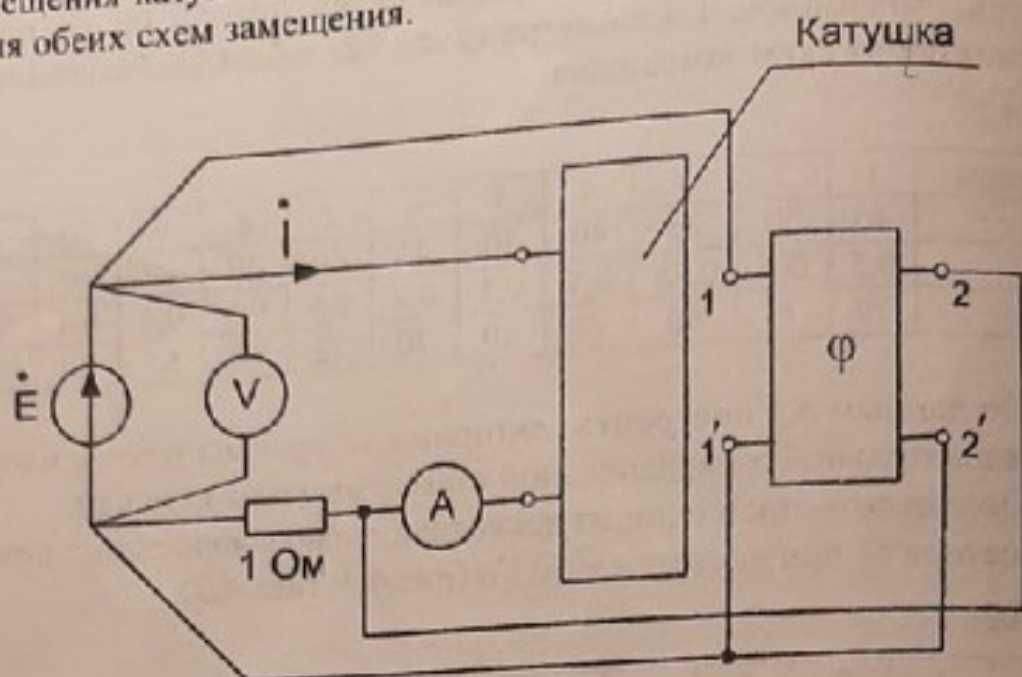

Рисунок 4.2
1. Определить параметры последовательной и параллельной схем замещения катушки по данным измерений на частоте 50 Гц по показаниям вольтметра, амперметра и фазометра (рис. 4.2, табл.4.1). Рассчитать токи и напряжения обеих схем замещения.
1. Собрать цепь для измерения параметров катушки переменной индуктивности по схеме рис.4.2 с фазометром. Фазометр при данном включении измеряет угол сдвига между комплексами ЭДС питания и тока.